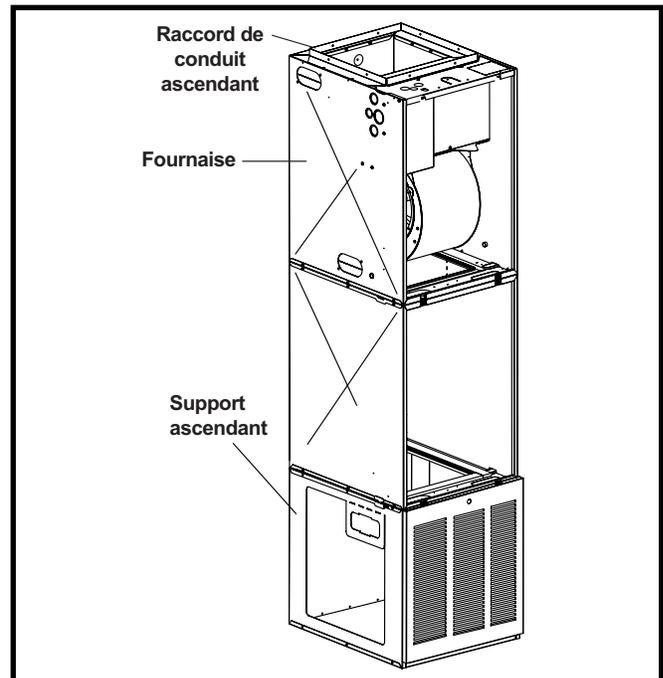

Figure 13. Système d'air de reprise au-dessus du plancher avec support ascendant
2. Utilisez le support ascendant en option (reportez-vous aux caractéristiques techniques pour obtenir le numéro de pièce) avec des filtres ou construisez une plate-forme de montage renforcée dans le placard. Voyez la Figure 13 (page 9).
6. Utilisez le raccord de conduit ascendant en option ou un raccord fourni sur place pour fixer la fournaise au conduit d'alimentation aérien. Voyez la Figure 13.
- Utilisez le raccord de conduit ascendant en option ou un raccord fourni sur place pour fixer la fournaise au conduit d'alimentation aérien. Voyez la Figure 13.